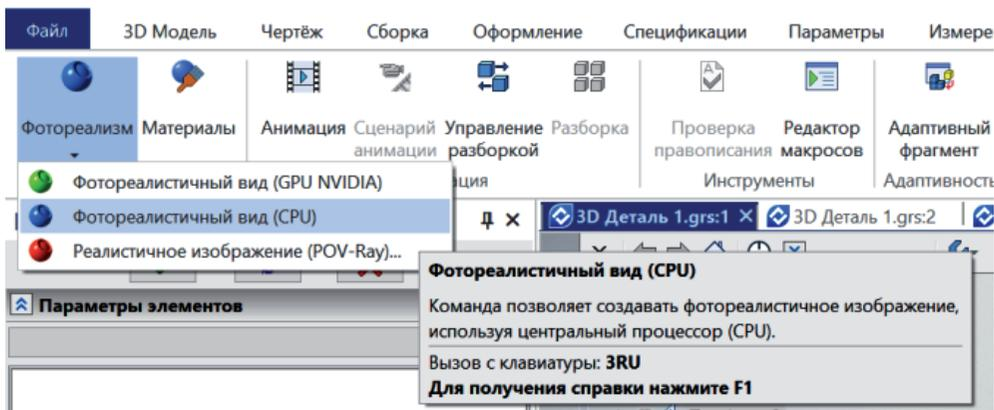

Рис. 28. Режим *Фотореалистичный вид*
3.1. Переключимся в режим *Фотореалистичный вид* (рис. 28).